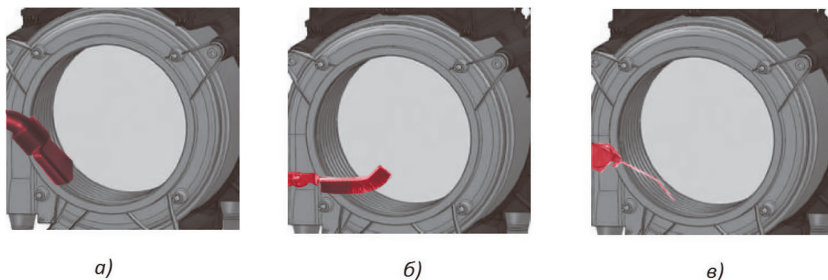

Рис. 16. Чистка камеры сгорания
1. Предварительно соберите мусор пылесосом с применением щелевой насадки (рисунок 16а);
2. Очистить спираль теплообменника щеткой. Для чистки спирали теплообменника запрещено применять щетку с металлическими щетинками (рисунок 16б).
3. Соберите пылесосом отложения, осыпавшиеся после работы щеткой (рисунок 16а);
4. Продуйте сжатым воздухом промежутки между спиральями теплообменника (рисунок 16в);
5. Удалите образовавшийся мусор пылесосом (рисунок 16а).
4	Проверить теплообменник на наличие отложений со стороны камеры сгорания. Очистить при необходимости (рис.16)